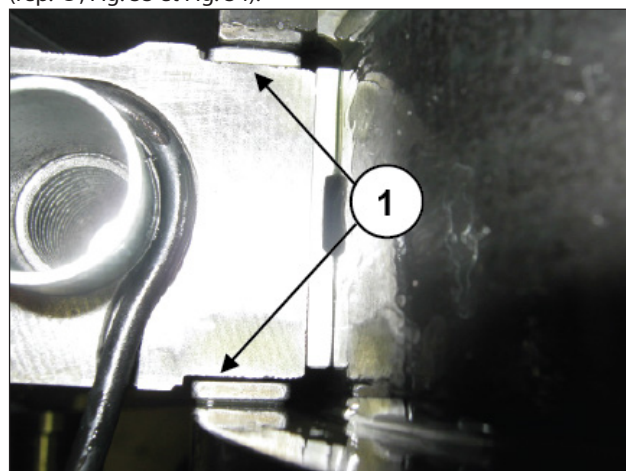
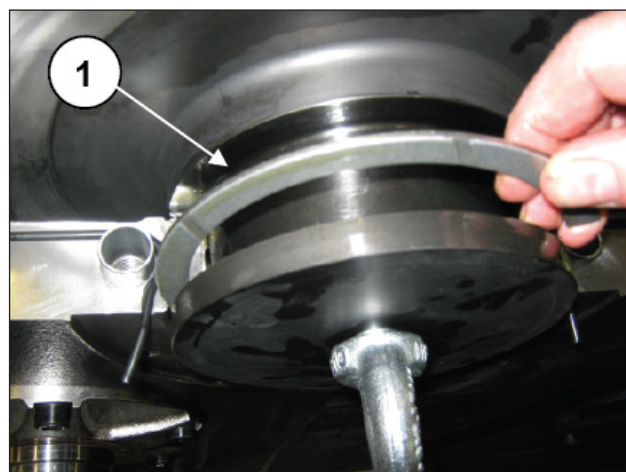

Fig. 33
Fig. 34
Retirez les deux demi-bagues de butée axiales du vilebrequin (rep. ①, Fig. 33 et Fig. 34).